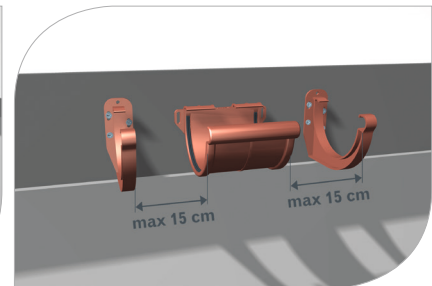

рис. 12
- 3.5 В местах соединения двух желобов установите соединитель (рис. 12)